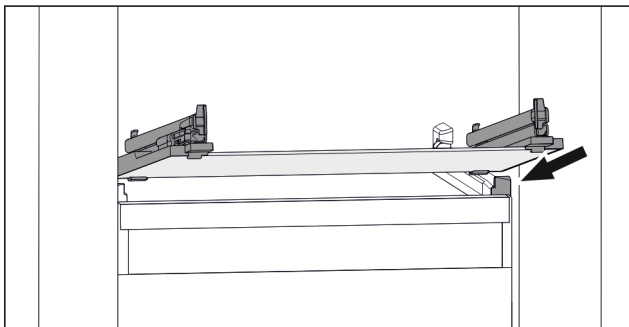

Fig. 134 Beispielhafte Darstellung der Glasplatte
- ▶ Glasplatte schräg hinter den Stopperrahmen aufsetzen. (siehe Fig. 134)